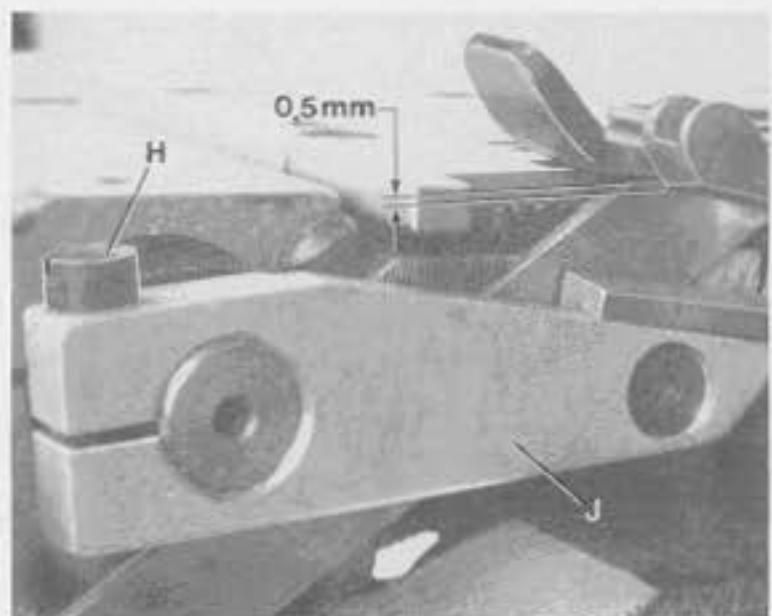

Fig.53
Loosen screw (H, Fig. 53) and swing upper knife lever (J) up or down until the cutting edge of upper knife overlaps the cutting edge of lower knife by 0.5 mm (.020 in.) (see Fig. 53). Retighten screw (H). Check by rotating pulley if the upper knife moves freely.
Lösen Sie die Schraube (H, Fig. 53) und schwenken Sie den Obermesserträger (J) nach oben oder unten bis sich die Schneiden von Ober- und Untermesser etwa 0.5 mm überlappen (siehe Fig. 53). Ziehen Sie die Schraube (H) wieder an. Prüfen Sie durch Drehen am Handrad ob das Obermesser freigeht.